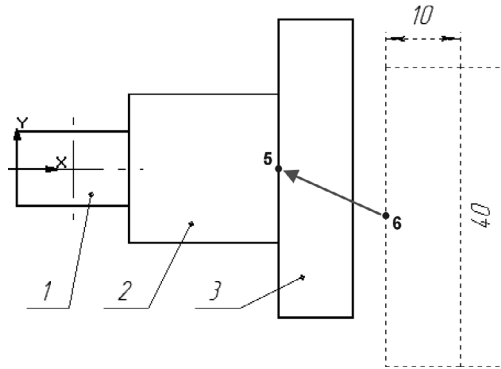

Рис. 32.8. Построение и сдвиг прямоугольника 10x40
3. Аналогичным образом постройте и расположите последнюю ступень размером 10x40 мм (рис. 32.8).